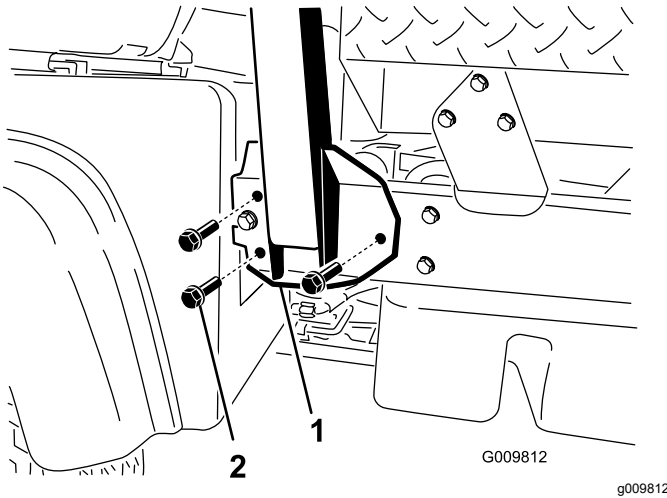

Bild 4
1. Fluchten Sie jede Seite des Überrollschutzes mit den Befestigungslöchern an jeder Seite der Maschine aus, wie in **Bild 4** abgebildet.